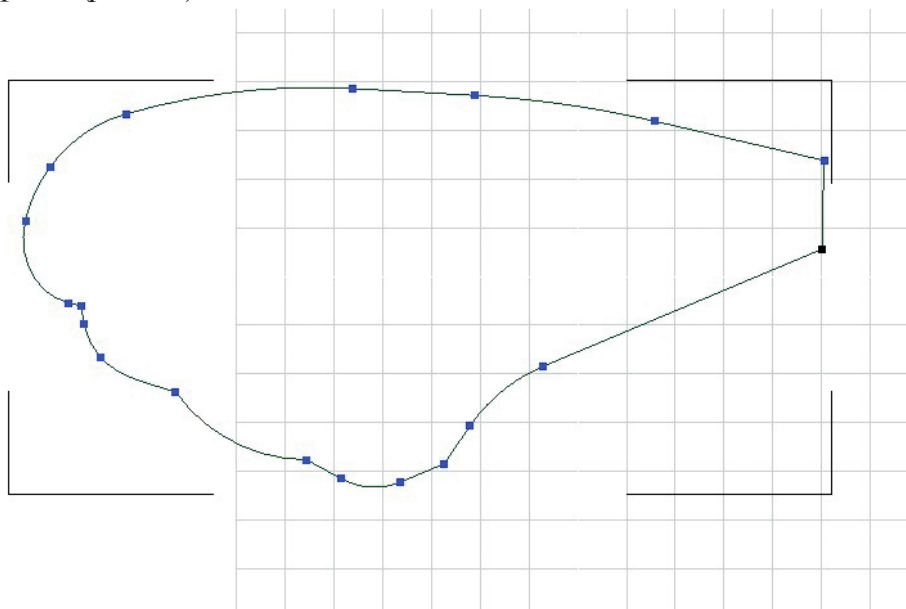

Рис. 10. Построение сплайна по форме крыла
1. Для создания крыла на командной панели выбираем последовательно Создать → Фигуры → Сплаины → Линия и прорисовываем контур крыла (рис. 10).